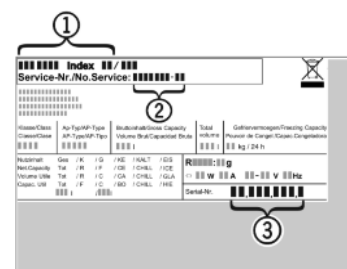

Fig. 12
- ▶ Aflæs apparatets betegnelse *Fig. 12 (1)*, service-nr. *Fig. 12 (2)* og serie-nr. *Fig. 12 (3)* fra typeskiltet. Typeskiltet er anbragt på apparatets venstre inderside.
- ▶ Underret vores kundeservice og meddel fejlen, apparatets betegnelse *Fig. 12 (1)*, service-nr. *Fig. 12 (2)* og serie-nr. *Fig. 12 (3)*.